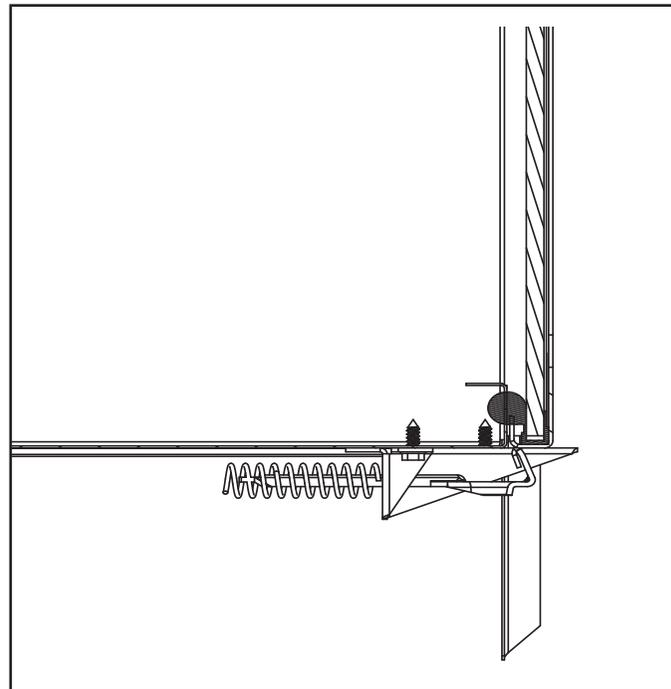

Figure 11.1 Panneau de verre fixe en place
- Le panneau de verre fixe s'attache au foyer en quatre points. Quatre des mécanismes d'attache sont constitués de verrous à ressort. Un exemple de verrou de vitre est montré à la Figure 11.1.